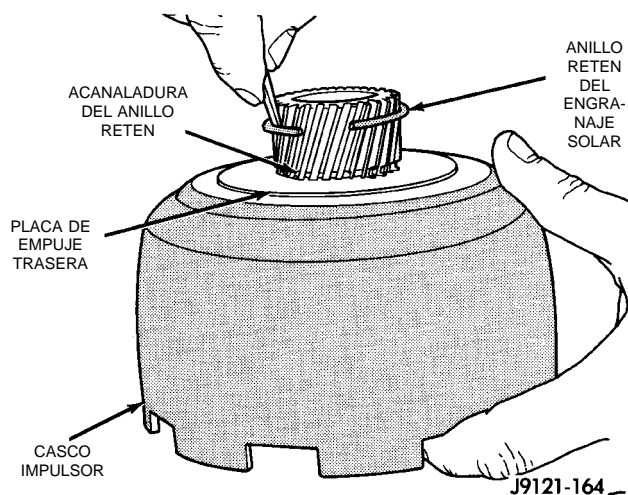

Fig. 188 Instalación del anillo retén del engranaje solar
(11) Alinee la placa de empuje trasera en el casco impulsor e instale el anillo retén del engranaje solar. Asegúrese de que el anillo esté totalmente asentado en la acanaladura del anillo del engranaje solar (Fig. 188).